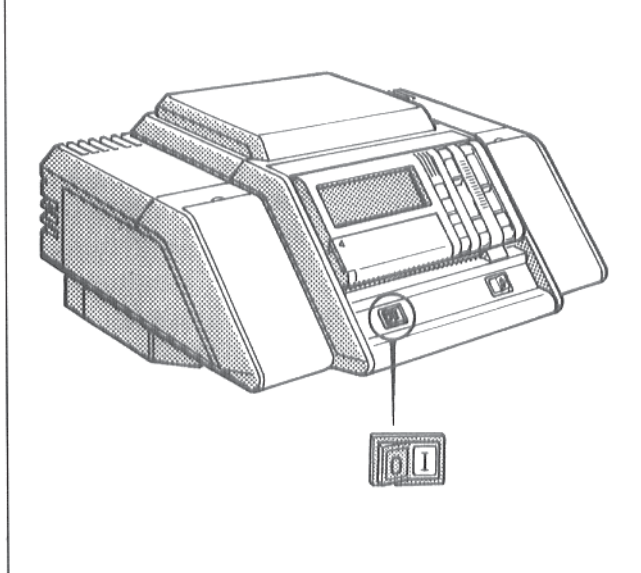

Рис. 4: Ввод в эксплуатацию горелки
- Установить переключатель режима работы (рис. 4) на поз. I (ВКЛ).
- Установить переключатель режима работы (рис. 4) на поз. 0 "ВЫКЛ".